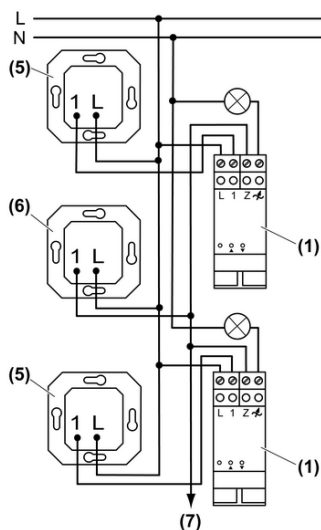

Bild 3: Anschlussplan zentrale Nebenstelle
- i** Als zentrale Nebenstelle (6) kann nur ein Nebenstellen-Einsatz 2-Draht (siehe Kapitel 6.3. Zubehör) verwendet werden.
- Dimmer (1) lokale Nebenstellen (5) und zentrale Nebenstelle (6) gemäß Anschlussplan anschließen (Bild 3).
- Optional zentrale Nebenstelle an weitere Dimmer oder weitere zentrale Nebenstellen anschließen (7) (Bild 3).